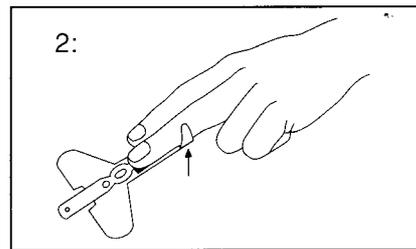

Abb. 32 Positionierung des Empfängers auf der Fingerkuppe
- 2 Drücken Sie dann den Empfänger auf die Fingerkuppe und drücken Sie schließlich die kleinen, ein T bildenden Klebe-Enden des Sensors auf den Finger (Abb. 32).